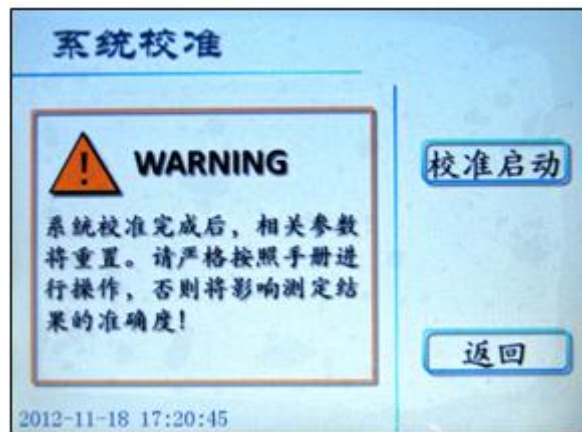

图 10 系统校准页面
6. 在图 9 页面下，按 **系统校准** 键进入系统校准页面（图 10）。